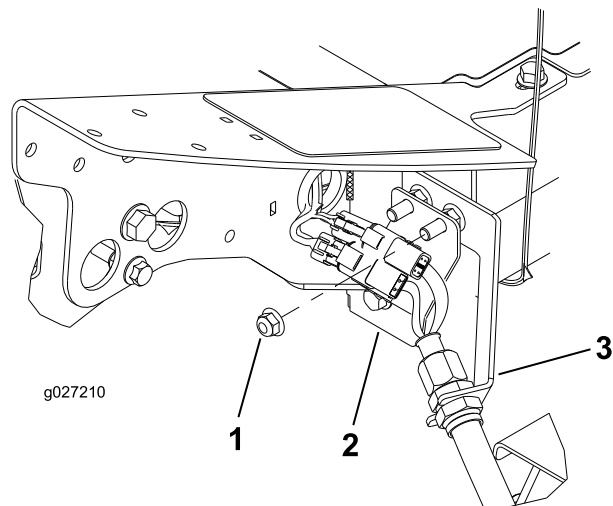

Рисунок 11
1. В переднем левом углу рамы (расположение режущего блока №4) отверните дополнительную гайку с фланцевой головкой с болта крепления кронштейна перегородки к машине (Рисунок 11).
3. Установите соединительную планку на монтажные болты перегородки в таком положении, как показано на Рисунок 11.